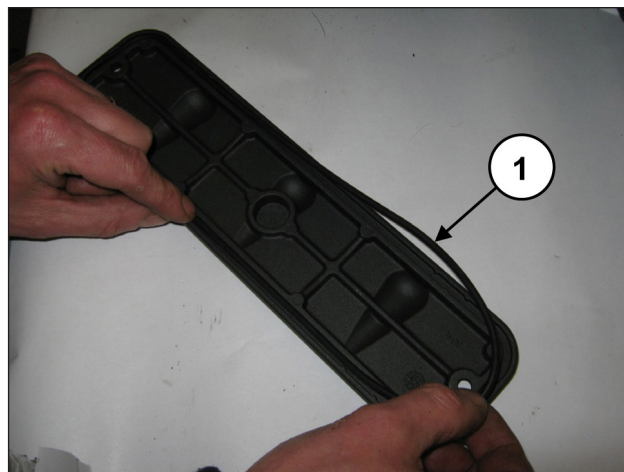
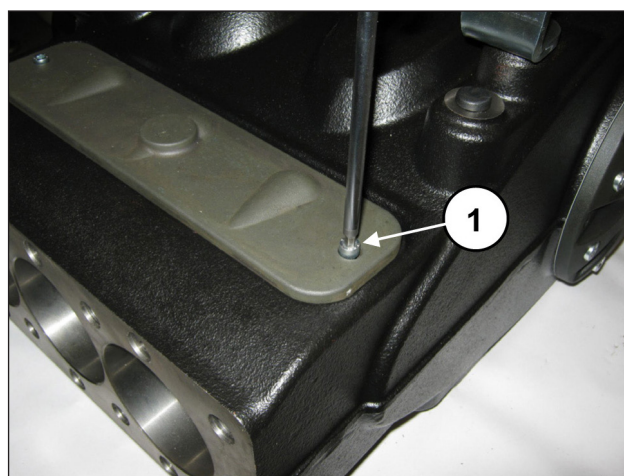

Рис. 195
Рис. 196
Вставьте уплотнительные кольца O-ring в смотровые крышки (поз. ①, Рис. 195) и установите крышки с использованием 2 винтов М6х14 (поз. ①, Рис. 196) и 2 винтов М6х40.